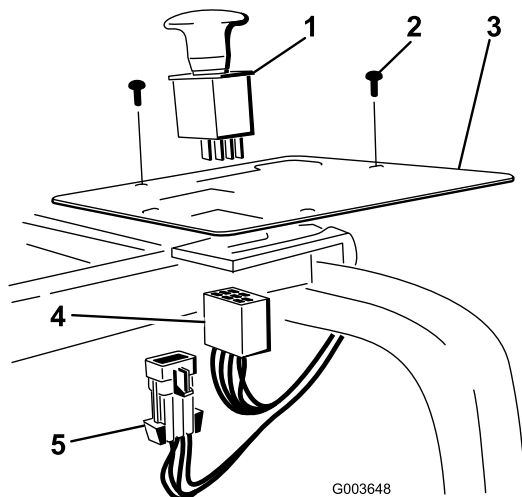

Figure 35
2. Enlevez l'obturateur plastique du panneau et insérez l'interrupteur à sa place (Figure 35).
4. Connectez le faisceau à l'interrupteur dans le panneau de commande (Figure 35).
6. Montez le connecteur du faisceau principal sur le faisceau principal (Figure 35).